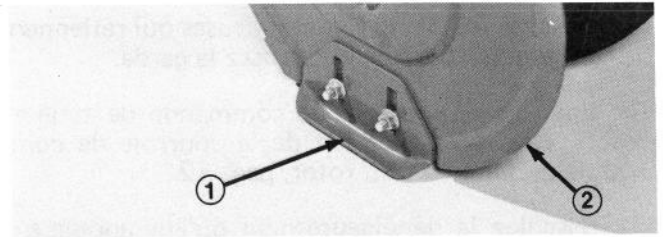

Figure 22
1. Disposez la déneigeuse sur une surface plane et de niveau. Desserrez ensuite les quatre écrous à collerette (Fig. 22) fixant les deux patins aux plaques latérales du logement de tarière. Les patins doivent pouvoir coulisser vers le haut et vers le bas.
3. Desserrez les quatre écrous à collerette (Fig. 22) retenant les patins aux plaques latérales du logement de tarière. Descendez ensuite les patins pour que la tarière soit aussi loin que possible de la surface plane et de niveau, puis resserrez les écrous à collerette.